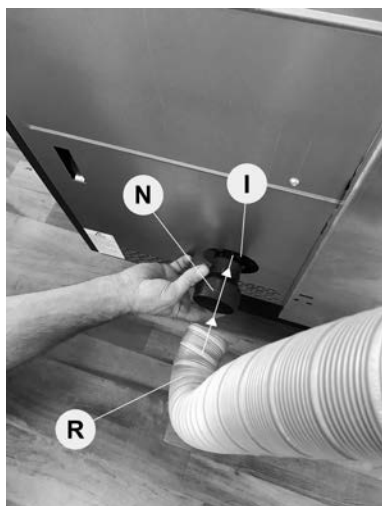
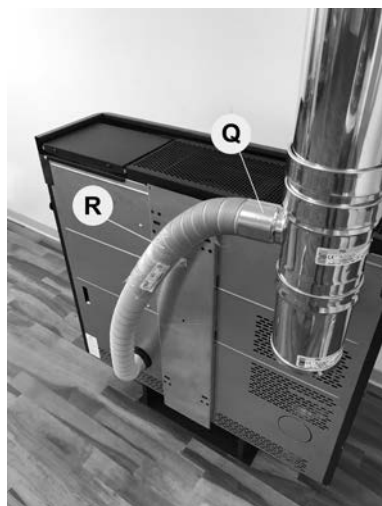
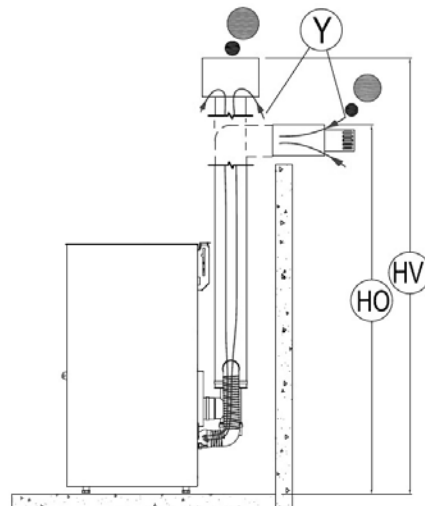

Fig. 12 - Tuyau flexible
Fig. 13 - Connections
Fig. 14 - Raccords de cheminée
- Insérez le raccord N dans le tube d'entrée d'air I (voir **Fig. 12** et **Fig. 13**). Connectez N avec Q à l'aide d'un tube flexible R pouvant supporter une température de 100 °C (tube flexible en aluminium recommandé).
- Hauteur maximale autorisée pour une installation d'évacuation verticale (toit) HV = 6 mt (voir **Fig. 14**).
- Hauteur maximale autorisée pour une installation de cheminée avec sortie horizontale (murale) HO = 2,6 m (voir **Fig. 14**).
| LEGENDA | Fig. 12 Fig. 13 Fig. 14 |